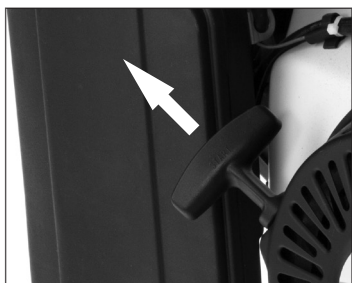

рис. 10
10. Медленно вытяните шнур ручного стартера, а затем быстро потяните его (рис. 10).